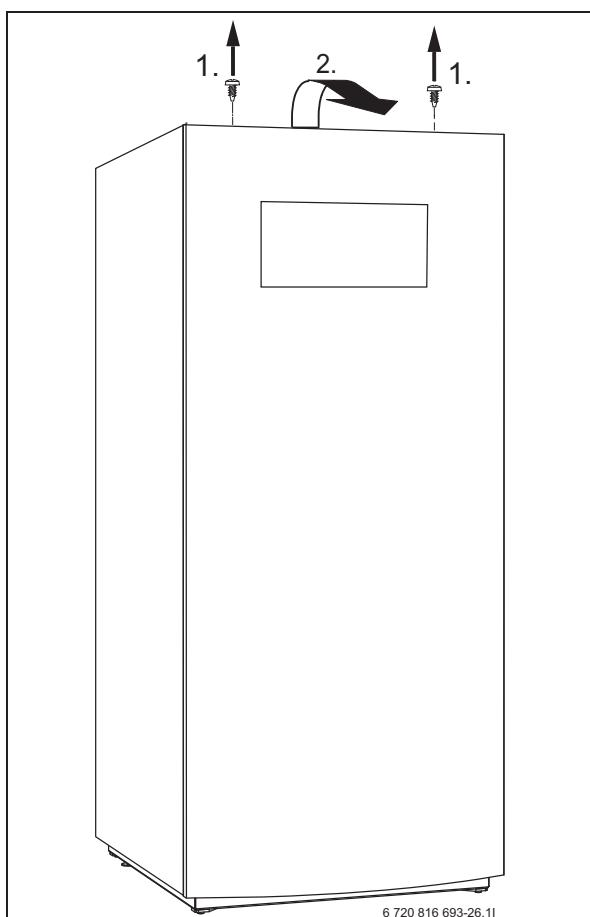

Bild 10 Demontering av frontplåt
- Skruva loss skruvarna, luta frontplåten utåt och lyft bort den (→ bild 10).